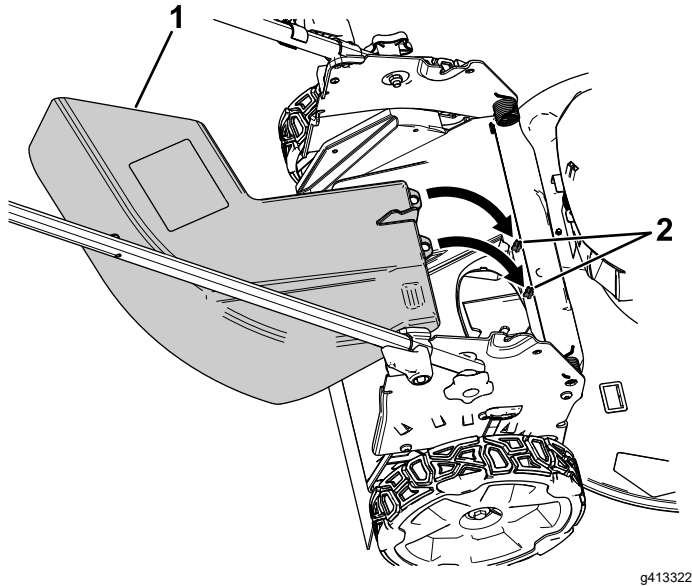

Bild 13
2. Befestigen Sie den Seitenauswurfkanal an der Rückseite der Maschine mit Hilfe der Befestigungspunkte (Bild 13).